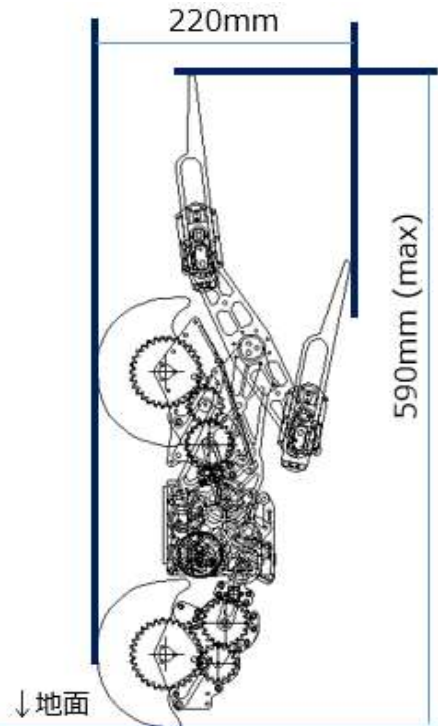

図.2 側面図 (スタート時姿勢)
- ・スタート時は機体の長辺方向を上向きにすることで大会規則ルールに適合します (図2参照、約90度回転(転倒)しリングイン)